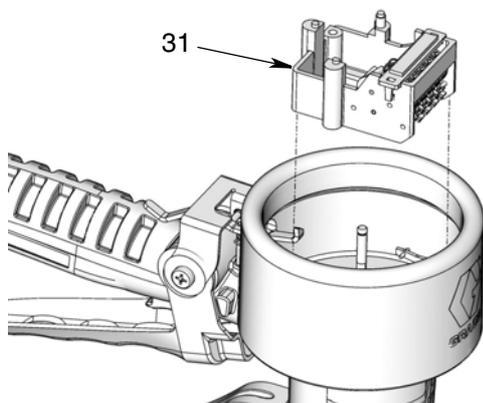

FIG. 31
1. Instale el conjunto del contador (31) (FIG. 31).